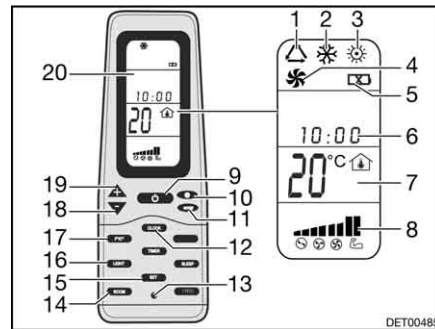

Bild 121 Fjärrstyrning
- Tryck på knappen ON/OFF (Bild 121,9).
- Tryck så många gånger på knappen "Mode" (Bild 121,11) tills önskad driftstyp (Bild 121,1, 2, 3 eller 4) visas på displayen (Bild 121,20).
- Ställ in önskad temperatur med knapparna "+" (Bild 121,19) och "-" (Bild 121,18).
- Med knappen Fläktvarvtal (Bild 121,10) väljs önskad fläktpacitet.